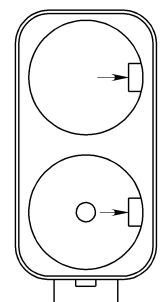

Рис. 3. Отсек батарейный
3.4.2. Новые элементы питания (2 шт.) типоразмера D необходимо установить в отсек батарейный 13 (рис.8), в соответствии с полярностью, указанной на внутренней стороне крышки отсека. Для открытия крышки батарейного отсека необходимо повернуть ручку крышки в положение «ON». Для того чтобы вынуть разряженные элементы питания необходимо отогнуть удерживающие прижимы (показано стрелками на рис. 3).